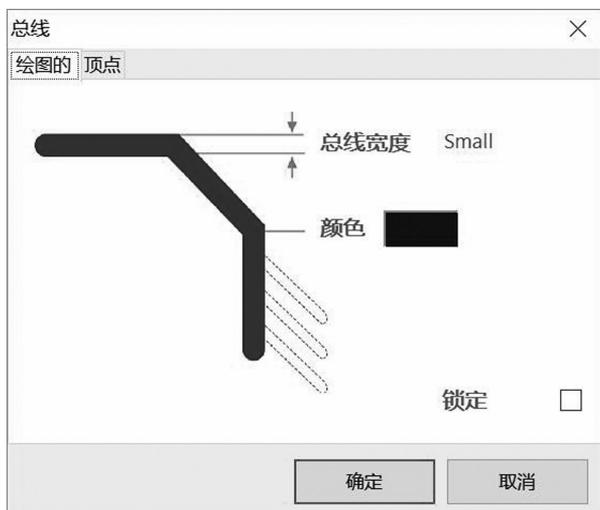

图 4-89 “总线”对话框
(2) 单击键盘上的 Tab 键，打开如图 4-89 所示的“总线”对话框。